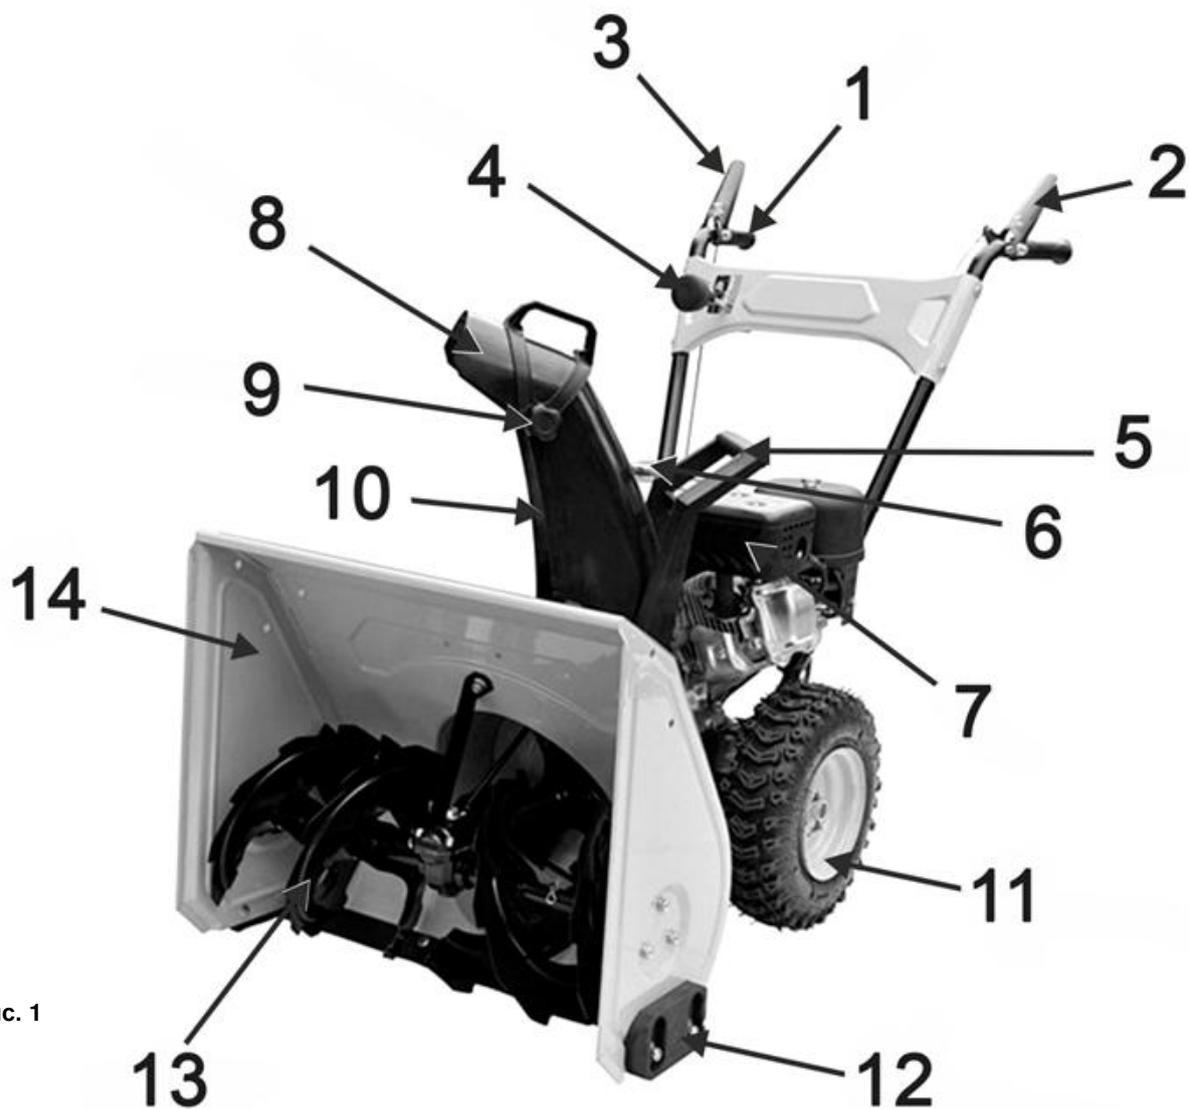
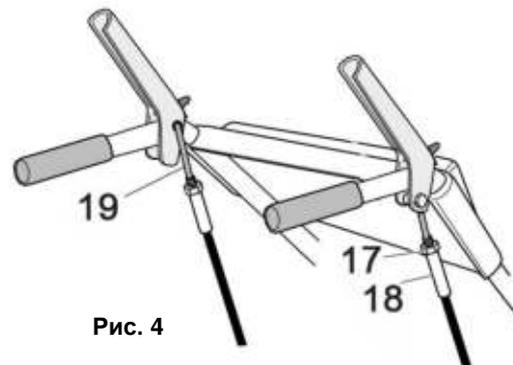
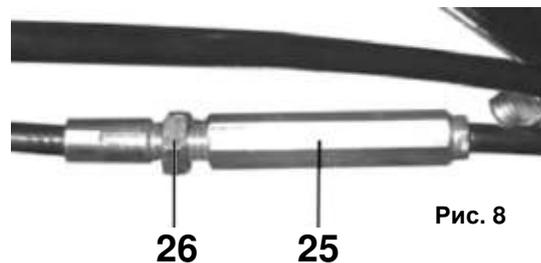

Рис. 1
Рис. 4
Рис. 8
- Снегоуборщик вращением лопастей шнека (13)(См. Рис.1) убирает снежный покров с ровных площадей, и через снегоотвод (10) выбрасывает его в выбранную сторону.
- Шнек (13)(См. Рис.1) представляет собой винтовой механизм в виде стержня с наклонными лопастями, приводимый в действие двигателем. Шнек захватывает, и транспортирует снежную массу внутрь
- Выбор направления отвода снега устанавливается вручную поворотом рукоятки (5)(См. Рис.1)
- Снегозаборник (14)(См. Рис.1) служит для захвата снега и направления его потока в рабочую зону снегоуборщика (на шнек).
#### **Рычаг привода колес (2)(См. Рис.1)**
- При нажатии рычага привода колес (2), включается система привода, и снегоуборщик начинает движение.
- При отпуске рычага привода колес (2), привод отключается, и снегоуборщик прекращает движение.
#### **Рычаг привода шнека (3)(См. Рис.1)**
- При нажатии рычага привода шнека (3), включается система привода, и лопасти шнека (13)(См. Рис.1) начинают вращение.
#### **Рычаг переключения скоростей (4)(См. Рис.1)**
- Для изменения скорости и направления движения: остановите снегоуборщик и вращение шнека, переведите рычаг (4)(См. Рис.1) в соответствующее выбранному режиму движения положение.
- Установите желоб снегоотвода (10)(См. Рис.1) на выпускной канал импеллера.
- Установите в отверстие на рычаге управления (2; 3)(См. Рис.1) верхний Z-образный конец троса (19)(См. Рис.4).
- Закрутите на резьбу Z-образного хвостовика втулку троса (18). Закрутите гайку (17) к втулке (18)(См. Рис.4).
- Установите / замените ограничительные башмаки (12)(См. Рис.1; 7) с каждой стороны снегозаборника.
- Рычаги приводов колес и шнека (2) и (3) должны прижиматься к рукояткам руля управления (1)(См. Рис.1) без чрезмерных усилий.
- Проверьте работу рычагов привода колес (2) и шнека (3)(См. Рис.1).
- Рычаги (2) и (3) должны полностью прижиматься к рукоятке управления. Если этого не происходит, значит, тросики перетянуты, и их необходимо ослабить.
- Отрегулируйте приводные тросы с помощью резьбовой втулки (25)(См. Рис.8), расположенной в средней части троса.
- Для натяжения тросика: ослабьте гайку (26), а затем переместите резьбовую втулку (25) вверх и затяните гайку (26)(См. Рис.8) до втулки.
- Для ослабления тросика: ослабьте гайку (26) и переместите резьбовую втулку (25) вниз и затяните гайку (26) до втулки.